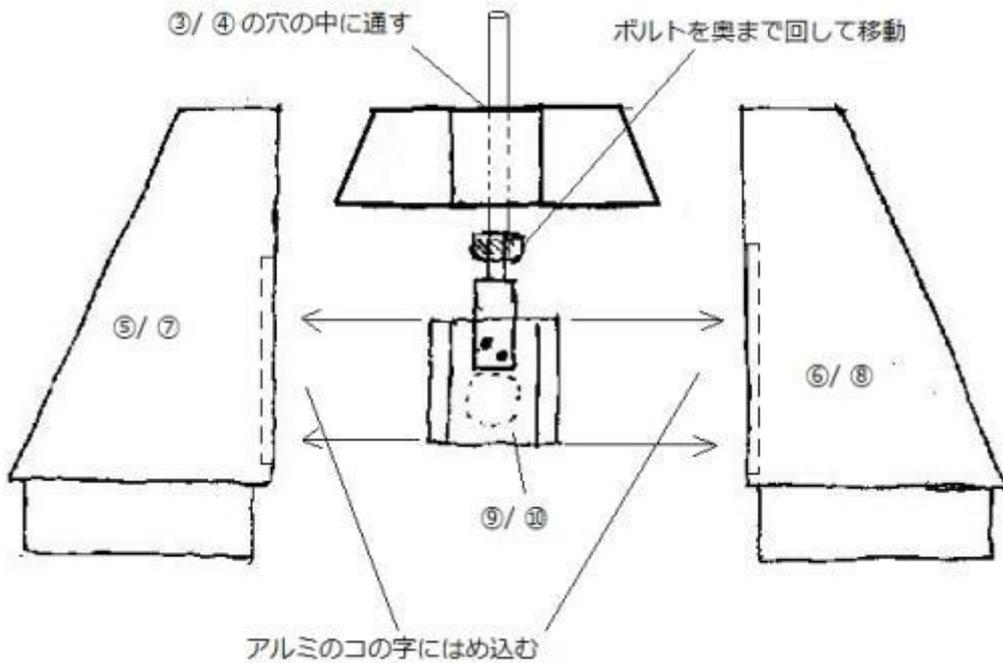

図27 側壁 (③+⑤+⑥+⑩) あるいは (④+⑦+⑧+⑨) の組み立て
13-4) アルミをはめ込んだ⑤と⑥を⑩の突起の山に左右からはめ込みます。このとき、全部表面となる面を上をしているので、⑩の削りとった部分に⑤と⑥の残った部分が、図27のようにきちんとはまるはずですが、
13-5) 図9で⑦の下に残った端キレから、長さ38mmの板を二つ切り取ります。これを治具Aと呼ぶことにします。これを図27の下部分にはめ込んでみます。